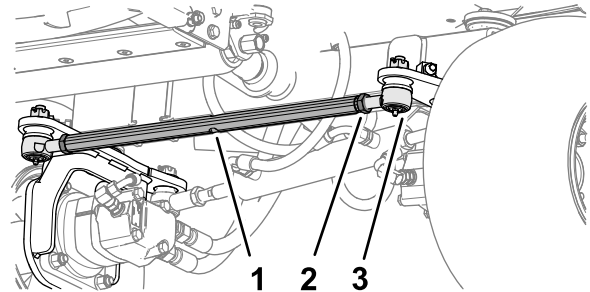

Figura 64
1. Nella parte anteriore della ruota posteriore, allentate i 2 controdadi che fissano il gruppo asta di accoppiamento alle estremità dell'asta (Figura 64).
2. Allineate le ruote ruotando l'asta di accoppiamento (Figura 64).
5. Serrate i 2 controdadi per fissare il gruppo asta di accoppiamento e le estremità dell'asta (Figura 64).